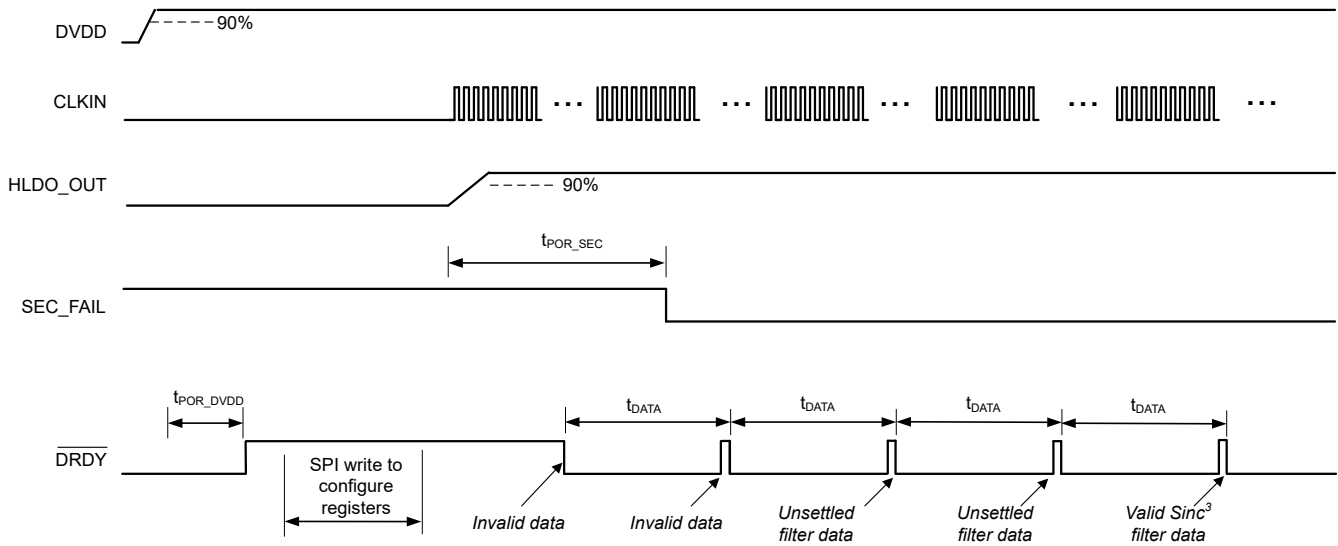
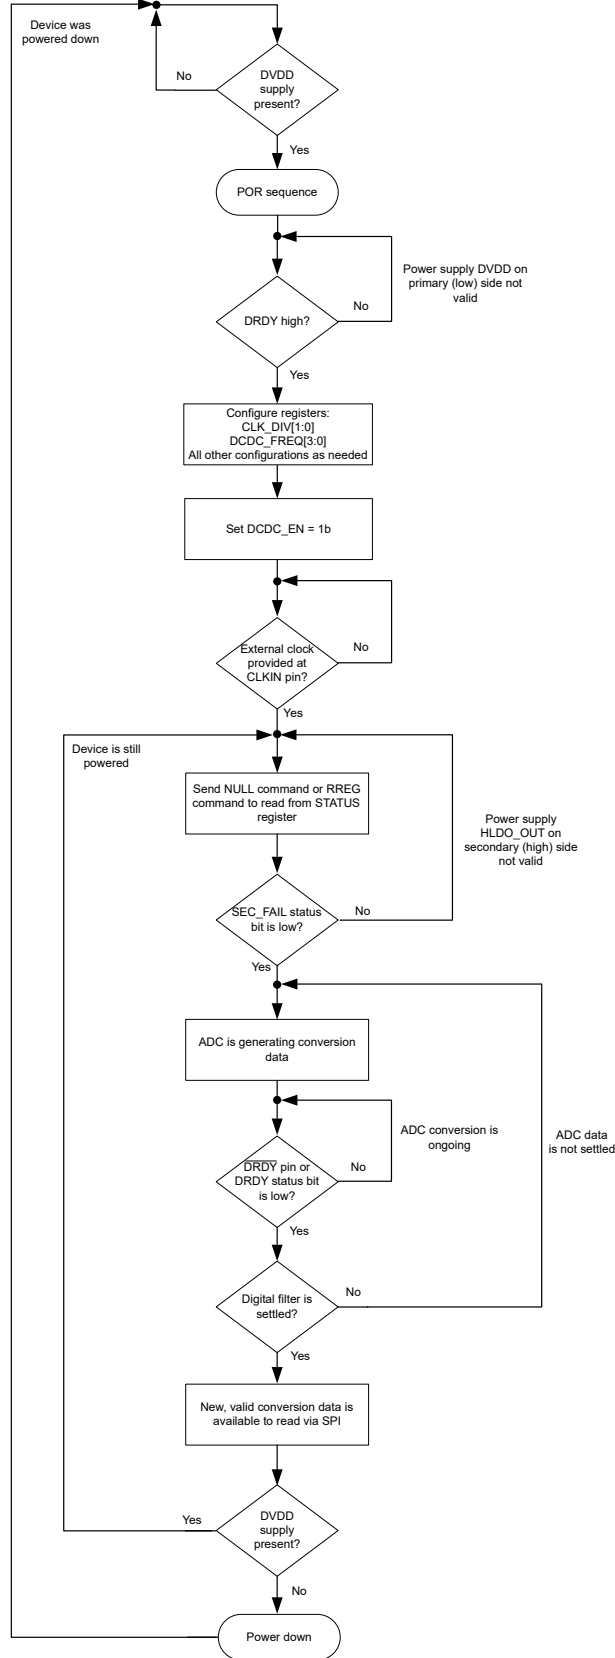

图 8-13. 上电启动行为和稳定时间，OSR = 1024
图 8-14. 上电启动过程的流程图
本节介绍了 AMC131M01 上电的推荐步骤。图 8-13 所示为使用此建议序列时器件行为的时序图。图 8-14 以图形方式提供了建议序列的流程图。
- $\overline{\text{DRDY}}$ 从高电平转换到低电平表示新的转换数据可用。如图 8-13 所示，只有 SEC_FAIL 在转换期间读取为 0b 时，ADC 数据才有效。图 8-13 中显示的前两个转换结果表示无效数据。
- 当 ADC 生成有效数据时，数字滤波器必须稳定，如 SINC^3 和 $\text{SINC}^3 + \text{SINC}^1$ 滤波器部分所述。图 8-13 中显示的两个后续转换结果是未稳定的结果（假设 OSR 等于 1024），而显示的最后一个转换结果提供了有效的稳定数据。
在图 8-13 中， $t_{\text{POR_SEC}}$ 是从启用直流/直流转换器到 SEC_FAIL 位的第一个下降沿的时间，其中后者表示 HLDO_OUT 引脚上的次级电源已稳定。 $t_{\text{POR_DVDD}}$ 是从 DVDD 电源 90% 到 $\overline{\text{DRDY}}$ 第一个上升沿的时间。